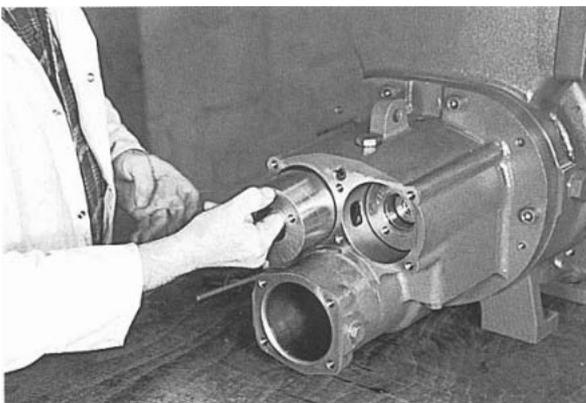

Рис. 110
5. Вставьте промежуточный подшипник папа, чтобы подшипник и плавающая втулка заняли правильное положение. (Рис. 110)